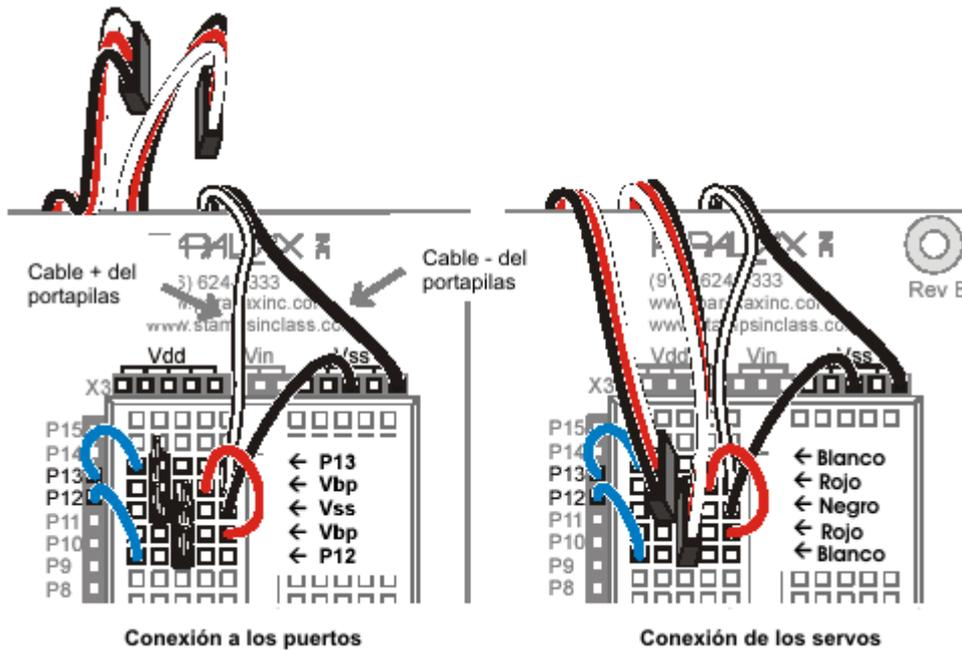

Figura 3-7. Conexión de los servos
- Conecta los conectores hembra de los servos como muestra la parte izquierda de la figura 3-7.
- Conecta los conectores hembra de los servos a los conectores macho tal y como se muestra en la figura 3-7.
- Comprueba que los colores de los cables de los servos coinciden con lo que se muestra en la figura 3-7.